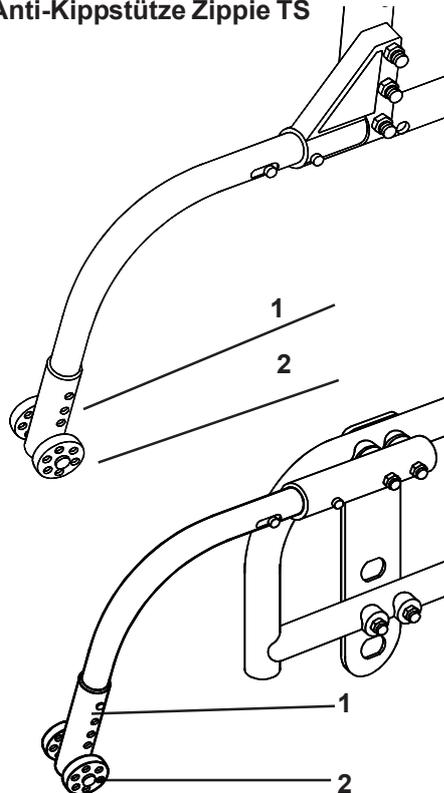

Abb. 38 Anti-Kippstütze Quickie TS
Die Anti-Kippstützenräder müssen nach oben oder unten angepasst werden, um den vorgeschriebenen Abstand vom Boden von 3,5 bis 5,0 cm zu erreichen (Abb. 38). Drücken Sie dazu auf den Federclip (1) der Anti-Kippstützen, so dass beide Auslösestifte eingezogen sind. Erhöhen oder senken Sie das Rad (2) bis zu einem der drei vorgebohrten Löcher und lassen Sie den Federclip wieder los. Passen Sie auch das zweite Anti-Kippstützenrad auf die gleiche Weise an. Beide Räder müssen sich exakt auf gleicher Höhe befinden.